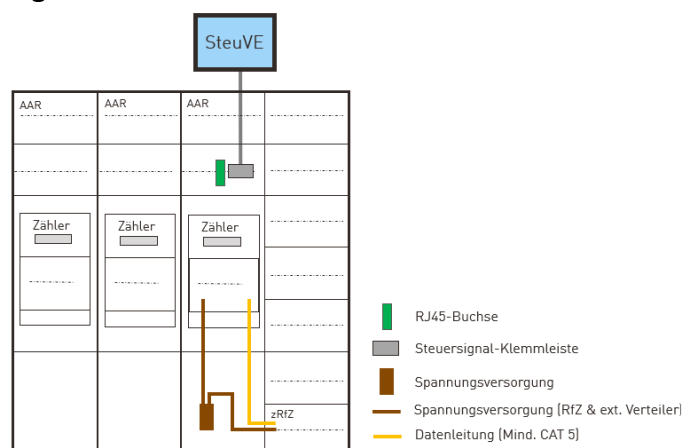

Abbildung 2: Vorbereitung Steuerung über eine BKE-A
1. Ist ein Verteilerfeld vorhanden, so ist die unterste Hutschiene als zRfZ zu verwenden. Für den zRfZ gelten die gleichen Anforderungen wie für den RfZ nach VDE-AR-N 4100 (ungemessene Spannungsversorgung inkl. Buchsenstecker, Kommunikationsleitung mit RJ45-Buchse, etc.). Siehe hierzu Ausführung in Abbildung 2.